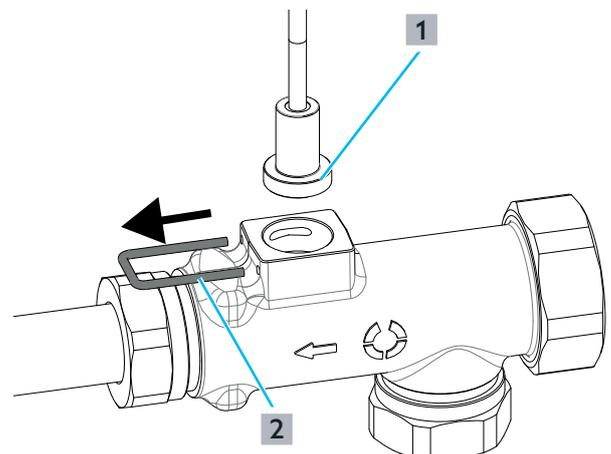

Fig. 21: Desserrage de l'agrafe de sécurité
- 4 Desserrer l'agrafe de sécurité ((2) sur la Fig. 21 en page 30) au capteur de débit (1).